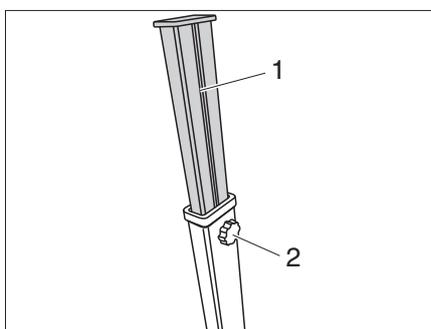

Fig. 34 Regolazione dei piedini
- Aprire la vite a stella (Fig. 34,2) del rispettivo piedino ed estrarre la prolunga (Fig. 34,1).
- Una volta raggiunta l'estensione desiderata, serrare la vite a stella (Fig. 34,2).
- Inserire le prolunghe (Fig. 34,1) di tutti i piedini del tavolo e fissarle con le viti a stella (Fig. 34,2).